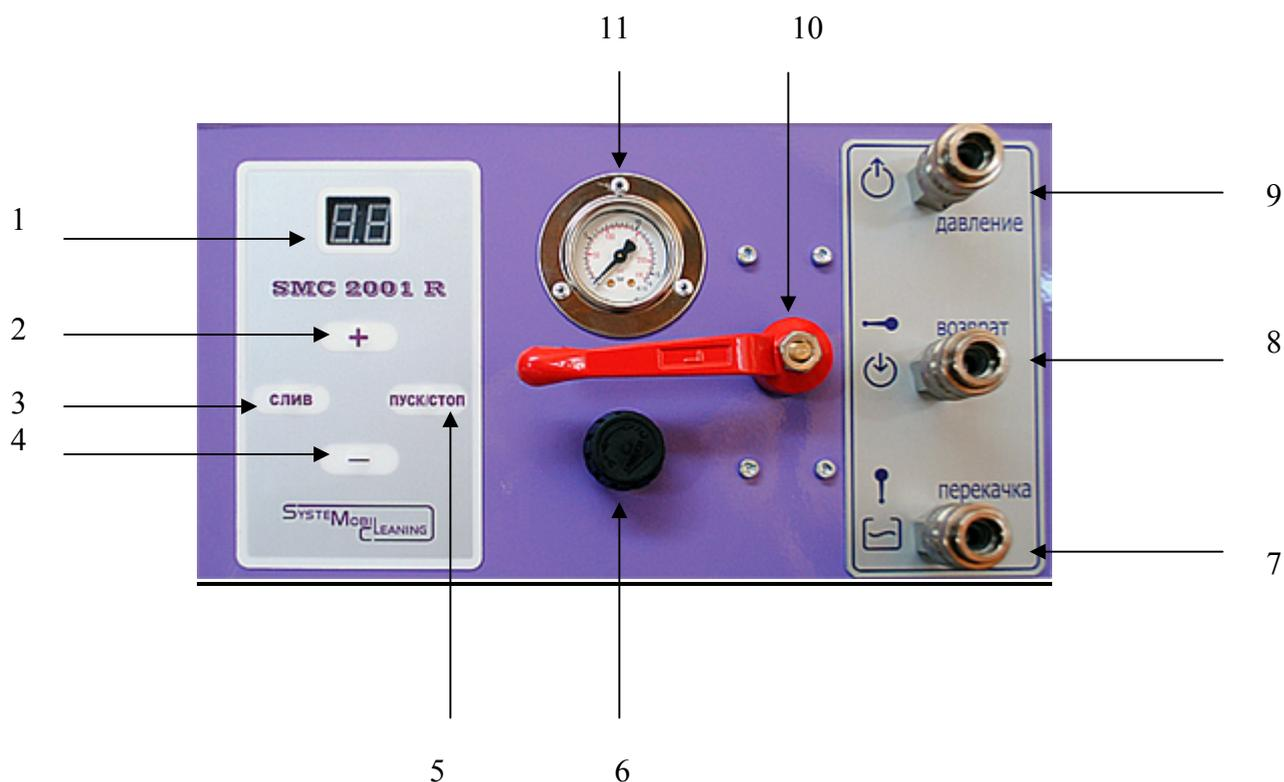

Рис.1 (вид спереди)
15. В случае воспламенения очищающей жидкости, выключить стенд SMC-2001R кнопкой «Пуск/Стоп» (рис.1, поз.5) и заглушить двигатель автомобиля. Отсоединить провод питания от АКБ автомобиля
2. Отрегулируйте давление подачи при отсоединённых от цанг БРС «Возврат» и «Подача» (рис.1, поз.8-9) подающем и обратном шлангах, включив насос стенда SMC-2001R нажатием кнопки «Слив» (рис.1, поз.3). В зависимости от вида топливной системы автомобиля установите такое значение давления подачи, которое будет соответствовать рабочему для системы впрыска автомобиля, используя ручку регулятора (рис.1, поз.6) и манометр (рис.1, поз.11). Справочные значения рабочего давления для топливных систем различных автомобилей указано в табл.2 (**). Затем отключите насос стенда SMC-2001R, отпустив кнопку «Слив».
3. К подключённым ранее на обслуживаемом автомобиле переходникам и наконечникам присоедините подающий и обратный шланги стенда SMC-2001R в следующем порядке: подающий шланг 10067-4 (табл.3) к БРС «Давление» (рис.1, поз.9), обратный шланг 10067-3 (табл.3) к БРС «Возврат» (рис.1, поз.8)
4. С помощью кнопок «+» и «-» (рис.1, поз.2 и 4) установите на дисплее таймера (рис.1, поз.1) время очистки топливной системы исходя из рекомендованных производителем стенда SMC-2001R трёх циклов длительностью по 15 минут:
5. Нажмите кнопку «Пуск/Стоп» (рис.1, поз.5)